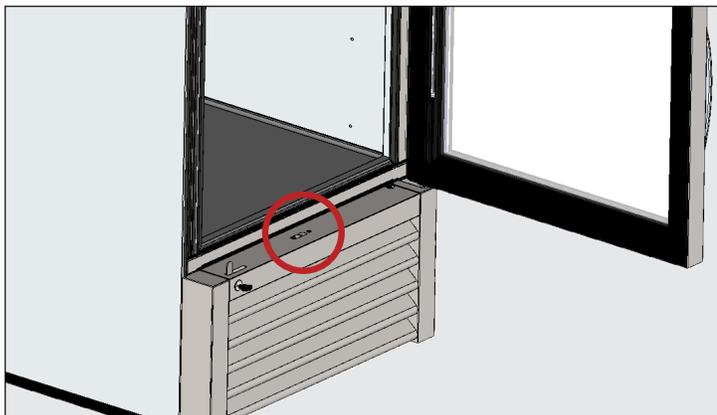

Рис. 1. Вывернуть верхний винт из жалюзийной решетки.
2. Снять жалюзийную решетку с устройства. См. рис. 1.